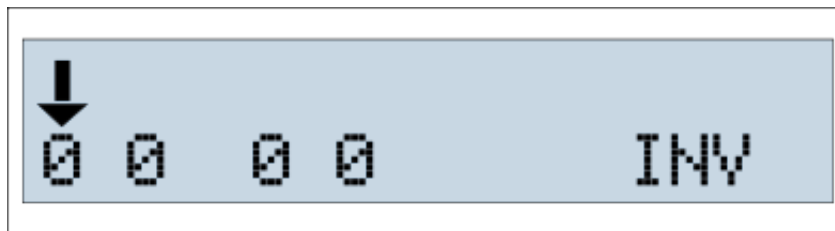

Рис. 10 Режимы работы ДУТ
1. **INV** (0-выкл., 1-вкл.) - Режим инверсии сигнала аналогового указателя температуры транспортного средства (рис. 10).